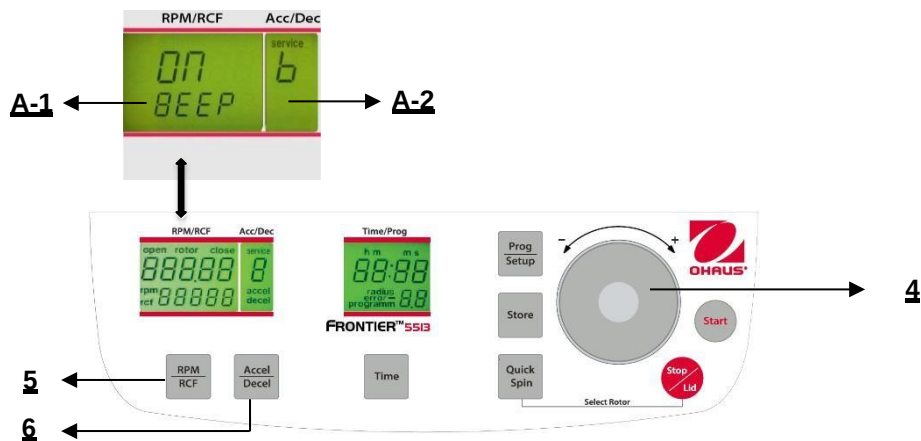

Abbildung. 30
Fahren Sie fort wie unter Punkt 4.1.2 beschrieben, um in den Programmmodus einzutreten und drücken Sie dann die Taste **"Accel/Decel"**(6). Auf der Anzeige blinkt **"Acc/Dec"** (A-2) das Wort **"Service"**. Wählen Sie nun den Buchstaben **"L"** mit Hilfe des Anpassungs Wählscheibe (4). Als Ergebnis erscheinen die Worte **"On Sound"** auf der Anzeige **"RPM/RCF"** (A-1). Wenn Sie die Taste **"RPM/RCF"** (A-1) nun drücken, blinkt das Wort **"On"** und Sie können den Ton mit dem Anpassungs Wählscheibe (4) umschalten (siehe Abbildung 30).
Fahren Sie fort wie unter Punkt 4.1.2 beschrieben, um in den Programmmodus einzutreten und drücken Sie dann die Taste **"Accel/Decel"**(6). Auf der Anzeige **"Acc/Dec"** (A-2) blinkt das Wort **"Service"**. Wählen Sie nun den Buchstaben **"B"** mit Hilfe des Anpassungs Wählscheibe (4). Als Ergebnis erscheinen auf der Anzeige **"RPM/RCF"** (A-1) die Worte **"ON/BEEP"**. Nach dem Drücken der Taste **"RPM/RCF"** (5) können Sie das Tastaturgeräusch mit dem Anpassungs Wählscheibe (4) ein- (On) oder ausschalten (Off). (Siehe Abbildung 30).